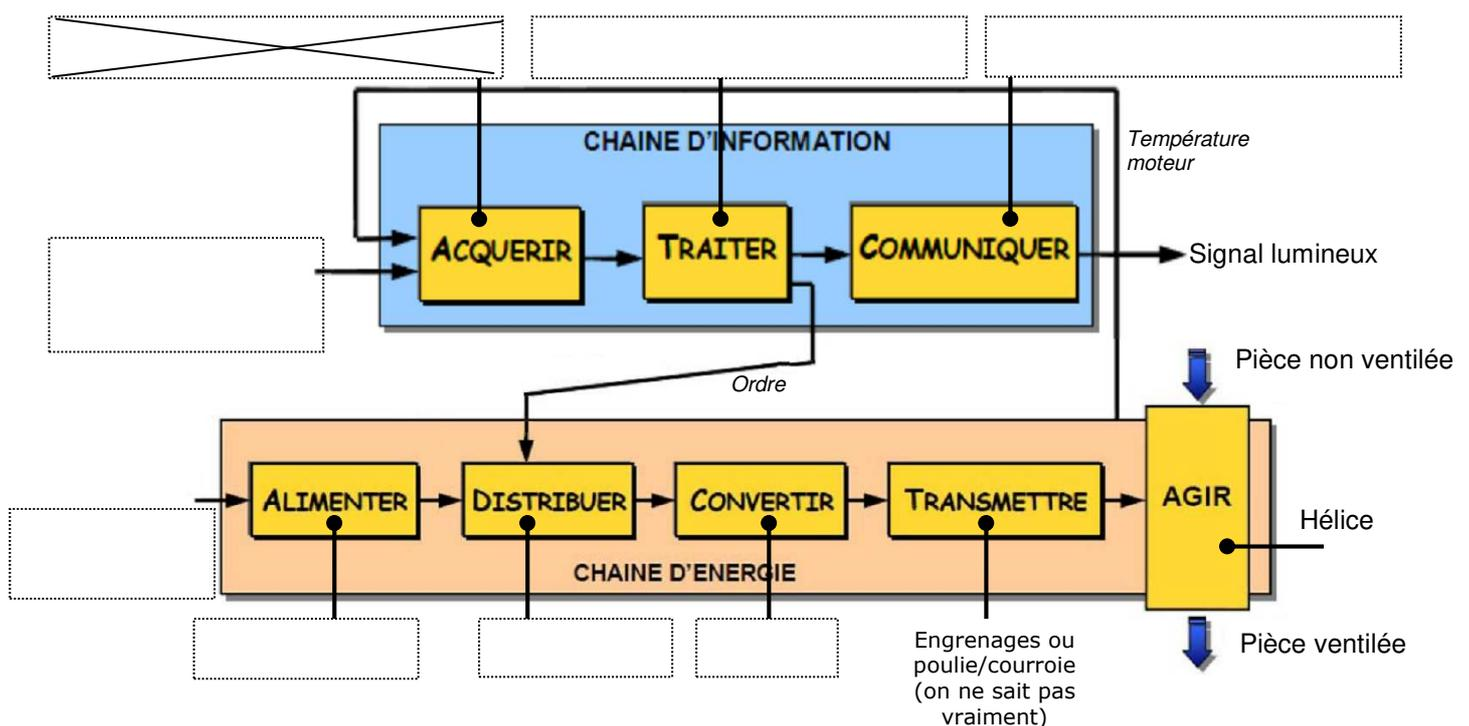

Figure 5 : chaîne fonctionnelle du ventilateur amélioré
**Q15** – Compléter la modélisation fonctionnelle de la solution envisagée figure 5.